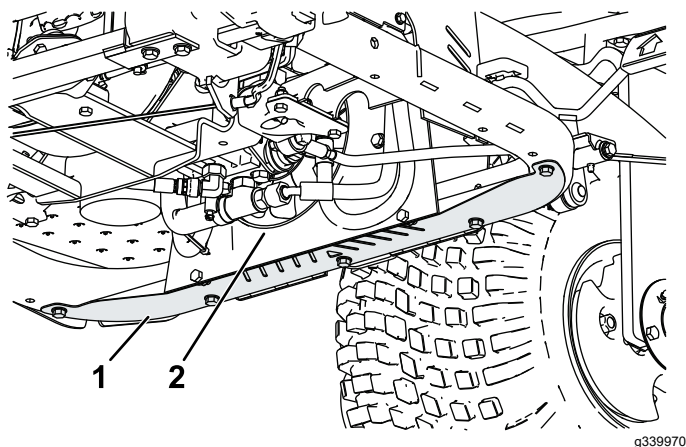

Figura 44
1. Remova o resguardo inferior (Figura 44).
2. Utilizando uma vareta, sobre ar comprimido entre as pás da ventoinha (Figura 44) para forçar o material a sair pela direção em que entrou.